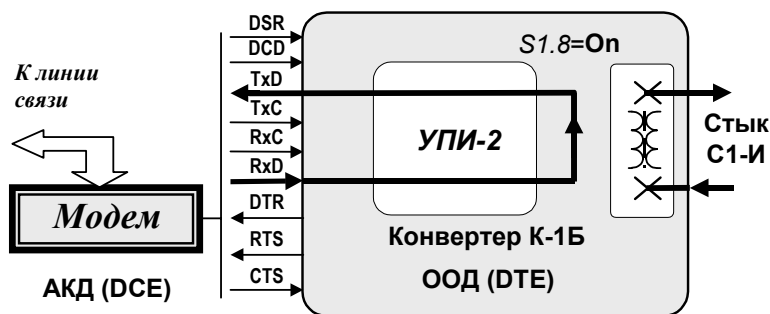

Рис. 15 Проверка *Цифровой шлейф (DL)* для ООД (DTE)
Принцип проверки *Цифровой шлейф (DL)* для конвертера как ООД (DTE) устройства показана на Рис. 15. Данные, поступающие в конвертер из АКД (DCE) через УПИ-2, проходят через преобразователь конвертера и возвращаются в АКД (DCE) через УПИ-2. Данные от стыка С1-И игнорируются, передатчик конвертера передаёт в стык С1-И служебный сигнал “канал не годен”.